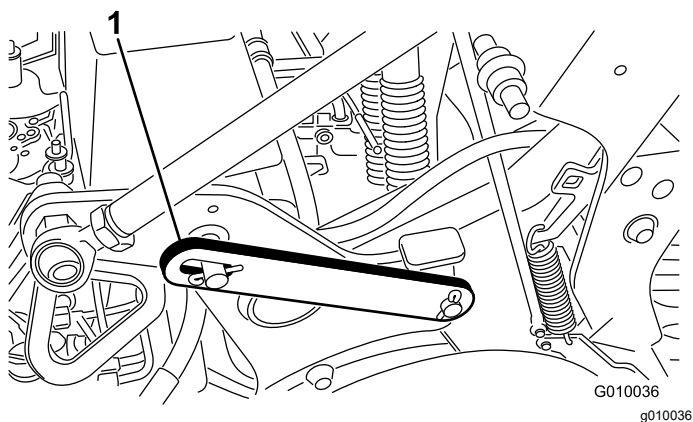

Figura 18
3. Îndepărtați clema arc care fixează elementul de blocare de service în poziție de depozitare (Figura 18).